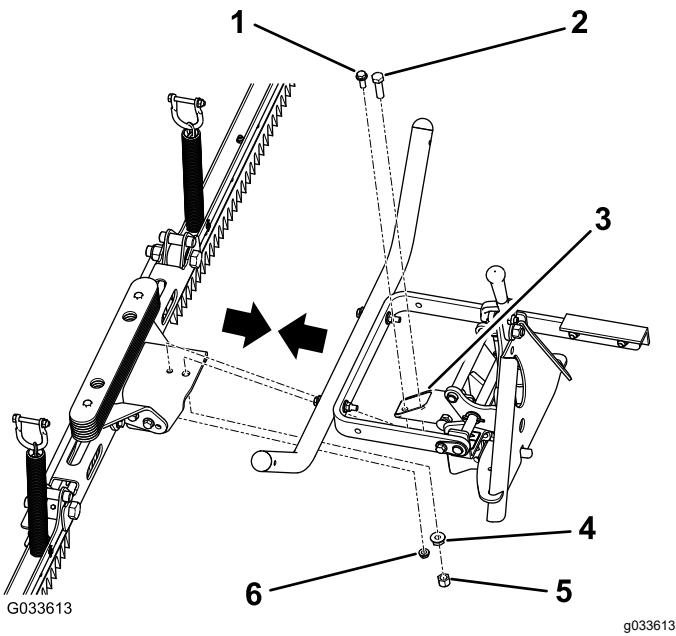

Рисунок 8
1. Совместите два отверстия в кронштейне в центре грабель в сборе с двумя отверстиями в трубе сцепного устройства (Рисунок 8).